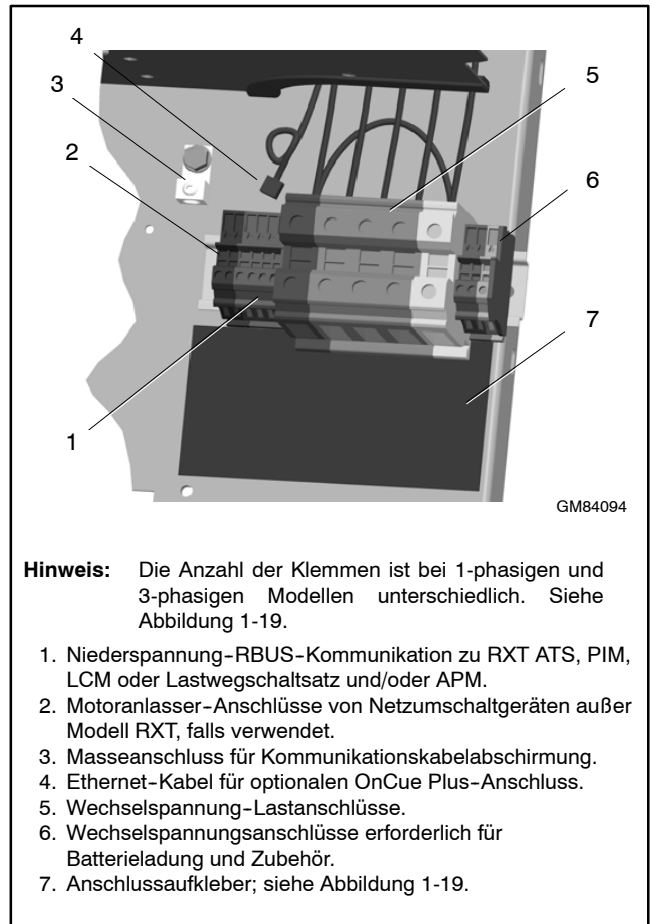
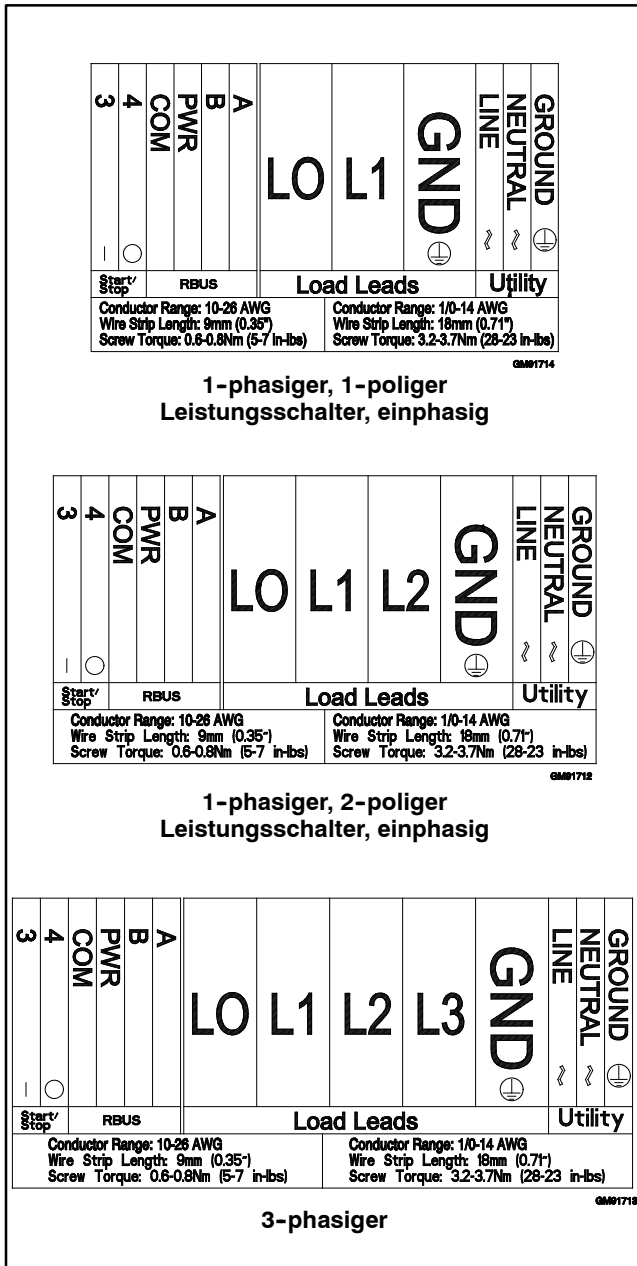

Abbildung 1-18 Feldanschluss-Klemmleisten
Abbildung 1-19 Klemmleistenanschluss-Aufkleber
Einzelheiten zur Klemmleiste sind in Abbildung 1-18 zu finden. Anschlüsse und Kabelgrößen sind in Abbildung 1-19 am Klemmleisten-Aufkleber angegeben. Es kann auch auf den Stromlaufplan in Abschnitt 2 Bezug genommen werden.
2. Die Kabel von den Notstrom-Anschlussklemmen des Netzumschaltgeräts je nach Ein- oder Dreiphasenbetrieb an die Klemmen L1, L2 und L3 der Klemmleiste des Stromerzeuger-Aggregats anschließen. Siehe Abbildung 1-18 und Abbildung 1-19.
- b. Das Ethernet-Kabel mit einem RJ45-Inline-Adapter an das Kabel im Anschlusskasten des Kunden anschließen. Siehe Abbildung 1-18. Der Inline-Adapter ist im OnCue Plus-Teilesatz enthalten.
Darauf achten, dass die Stromversorgung vor Herstellen der Anschlüsse an der Verteilertafel unterbrochen wird. Die Stromkabel an die Wechselspannung-Anschlussklemmen mit der Beschriftung LINE, NEUTRAL und GROUND der Feldanschluss-Klemmleiste anschließen. Den Stromkreis an der Lastseite des Netzsicherungsgeräts so anschließen, dass er durch den Stromerzeuger gesichert wird. Einzelheiten zum Anschluss sind in Abbildung 1-18 und in den Stromlaufplänen in Abschnitt 2 zu finden.